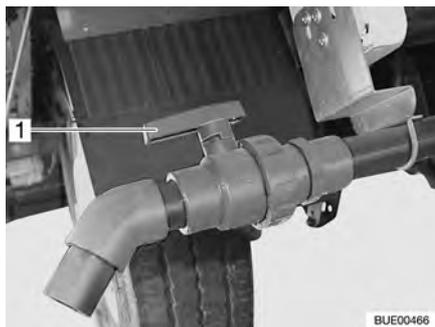

Fig. 204 Robinet de vidange
- Tourner la poignée (Fig. 204,1) du robinet de vidange dans le sens de l'écoulement.